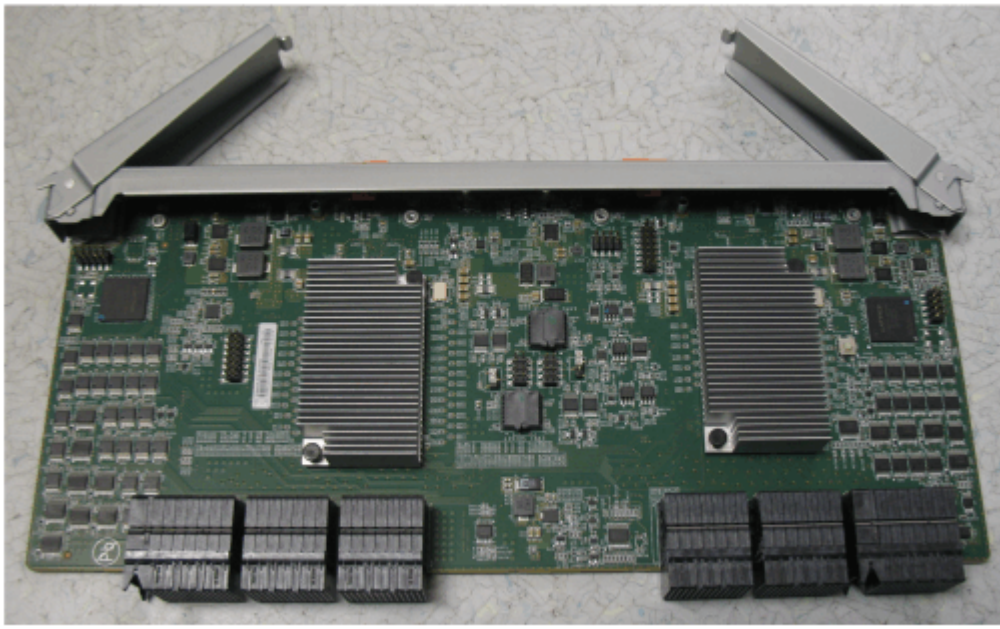

图 117. 从机柜中卸下的辅助扩展模块
5. 将辅助扩展模块放在安全的位置，如第 94 页的图 117 中所示。